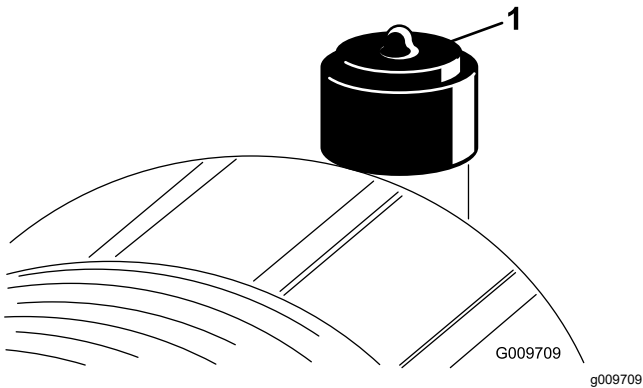

图 47
仅在维修指示灯 (图 47) 要求时才维修空气滤清器滤芯。如果是在必须更换之前才更换空气滤清器只会增加灰尘在滤清器拆下时进入发动机的几率。
2. 如果指示灯显示为红色请重设 (图 47)。